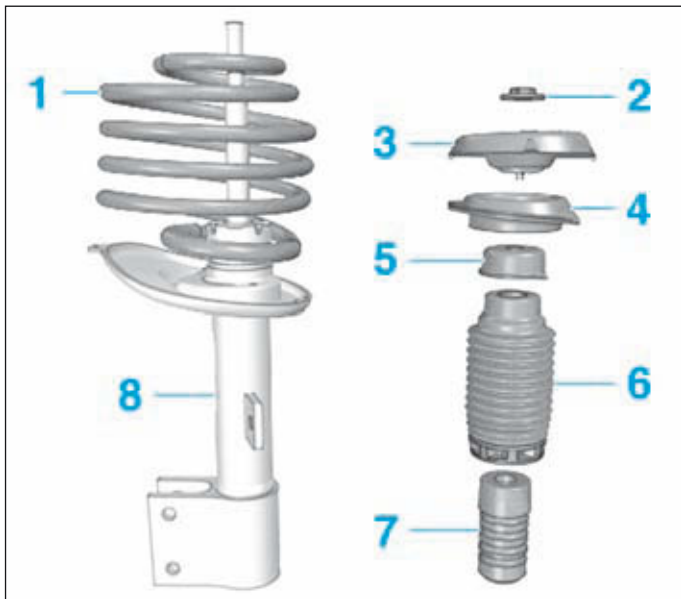

FIG.10
- Déposer l'écrou (2) de tige d'amortisseur (**Fig.10**).
- Déposer le palier supérieur (3) et la butée élastique supérieure (4).
- le ressort (1),
- la cloche (5),
- le soufflet de protection de la tige d'amortisseur (6),
- la butée élastique inférieure (7),
- l'amortisseur (8).